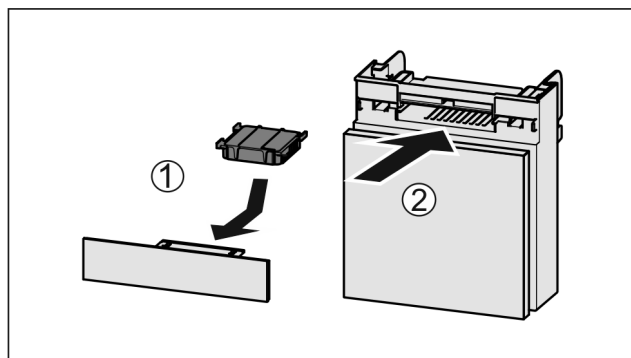

Fig. 62
- ▶ Filtr s aktivním uhlím vložte podle vyobrazení Fig. 62 (1).
- ▶ Zásuvku zasuňte Fig. 62 (2).